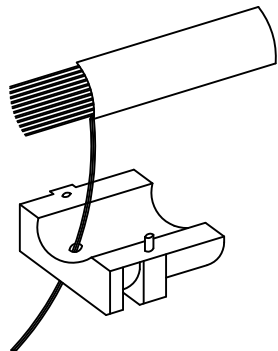
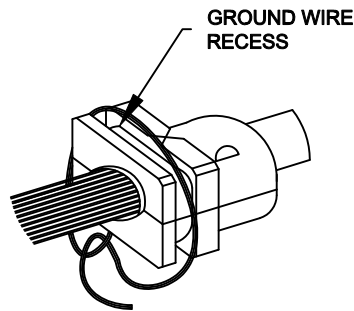
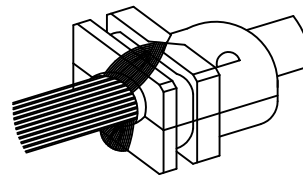

FIG. 1
FIG. 2
FIG. 3
3. WRAP THE SHIELD/GROUND AROUND THE STRAIN RELIEF AS IN FIG. 2 OR FIG. 3 AND AS OUTLINED BELOW
1. INSERT THE GROUND WIRE THROUGH HOLE IN ONE HALF OF THE STRAIN RELIEF AS SHOWN IN FIG 1. ASSEMBLE THE TWO HALVES OF THE STRAIN RELIEF AROUND THE CABLE MAKING SURE THAT THE CABLE INSULATION RUNS THROUGH THE FULL LENGTH OF THE STRAIN RELIEF, THEN COMPLETE AS IN FIG 2
3. PLACE THE ASSEMBLY INTO THE LOWER HALF OF THE HOOD MAKING SURE THAT THE GROUND WIRE IS SHOWING FROM UNDER THE CONTACT AREA OF THE STRAIN RELIEF ASSEMBLY AS IN FIG 2
1. FOR HEAVILY BRADED CABLE, PIGTAIL THE BRAID INTO TWO BRAIDS, AND BRING IT BACK OVER THE ASSEMBLED STRAIN RELIEF. SEE FIG 3